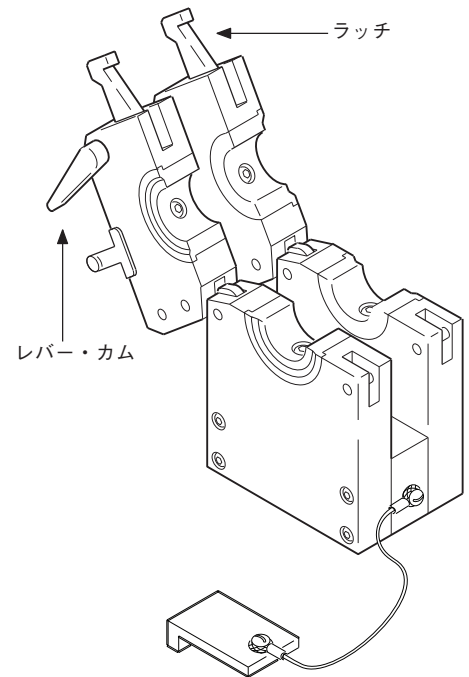

図 28：レバー・カムおよびラッチ
6. レバー・カムおよびラッチがスムーズに動作するか点検します。図 28 をご参照ください。